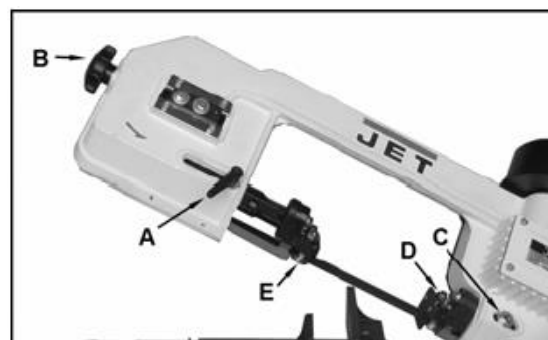

Рис.10
Вращайте ручку натяжения полотна (В, Рис.10), пока не достигнете необходимого натяжения.
Ослабьте направляющую рукояткой (А, Рис.10) и переместите опорный узел (Е) как можно ближе к отрезаемой заготовке.
Ослабьте гайку (С, Рис.10) и переместите опорный узел (D) как можно ближе к отрезаемой заготовке. Закрепите гайку.